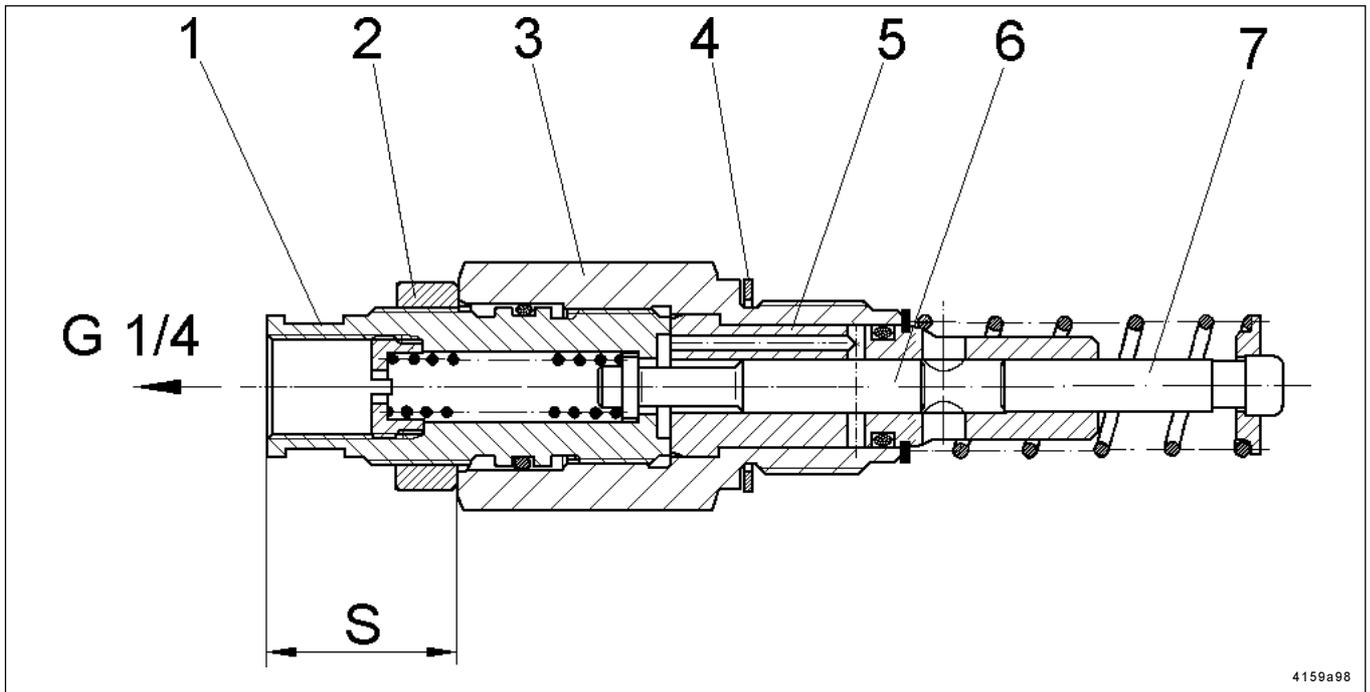
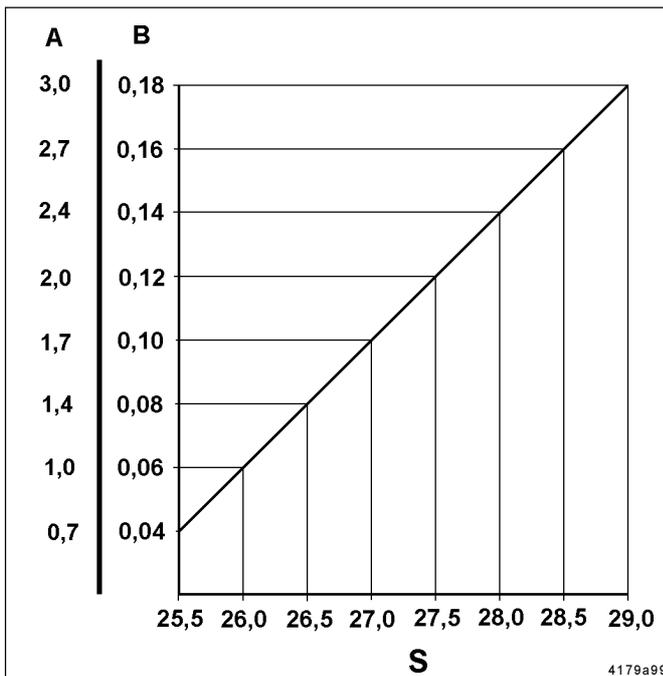

Abb. 12 - Schnittbild regulierbares Pumpenelement
Abb. 13 - Förderdiagramm
- Pumpenelemente sind werkseitig auf max. Fördermenge eingestellt, wobei das Einstellmaß „S“ 29 ± 0,1 mm (Abb. 12) betragen sollte.
- * Kontermutter (2, Abb. 12) lockern, dabei den Pumpenelementkörper (3) mit einem Schraubenschlüssel festhalten.
- * Regulierspindel (1) mit einem Schraubenschlüssel verstellen, siehe Förderdiagramm (Abb. 13)
- * Das Maß „S“ in Abb. 12 kann in Abhängigkeit von der gewünschten Fördermenge in Abb. 13 ermittelt werden.
- * Regulierspindel (1, Abb. 12) aus Pumpenelementkörper (3) herausschrauben bis „S“ ca. 30 mm.
- * Kontermutter (2) auf den Anschlag an der Regulierspindel (1) einschrauben.
- * Regulierspindel (1) mit Kontermutter (2) bis auf Anschlag in den Pumpenelementkörper (3) schrauben.
- * Maß „S“ auf gewünschten Wert entsprechend dem Förderdiagramm (Abb. 13) einstellen.